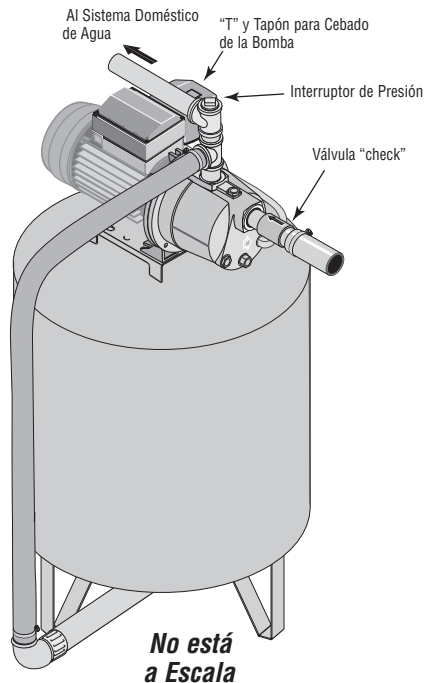

Figura 4: Conexiones del Tanque Pre-cargado
1. Instale dos "T"s en el puerto de descarga de la bomba (Vea la figura 4). El tamaño de la bomba debe de ser por lo menos tan grande como el puerto de descarga.